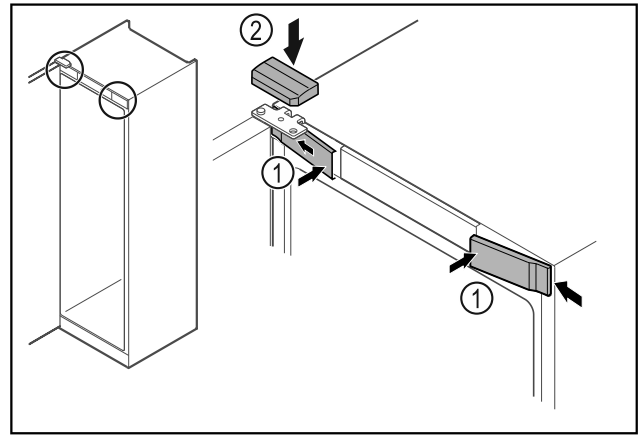

Fig. 68
- ▶ Vordere Abdeckungen Fig. 68 (1) seitlich einhaken und aufrasten.
- ▶ Obere Abdeckung Fig. 68 (2) von oben aufrasten.